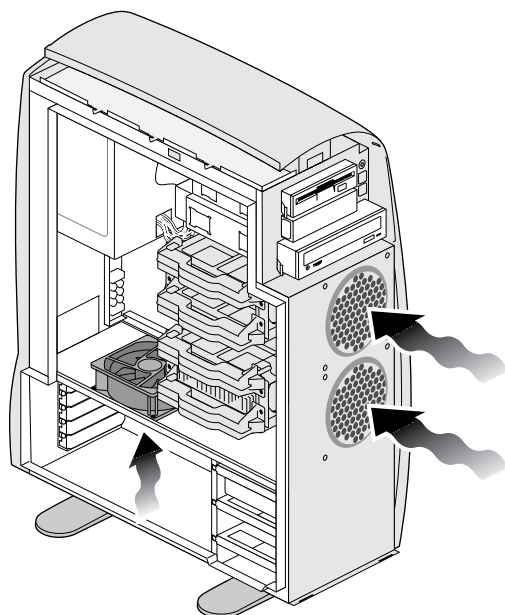

Figura 7-13 Verificando a direção do fluxo de ar
1. No ventilador de substituição, procure a seta impressa. Essa seta indica a direção do fluxo de ar. Posicione o ventilador de modo que o ar flua em direção à câmara superior da estação de trabalho. Veja a Figura 7-13.